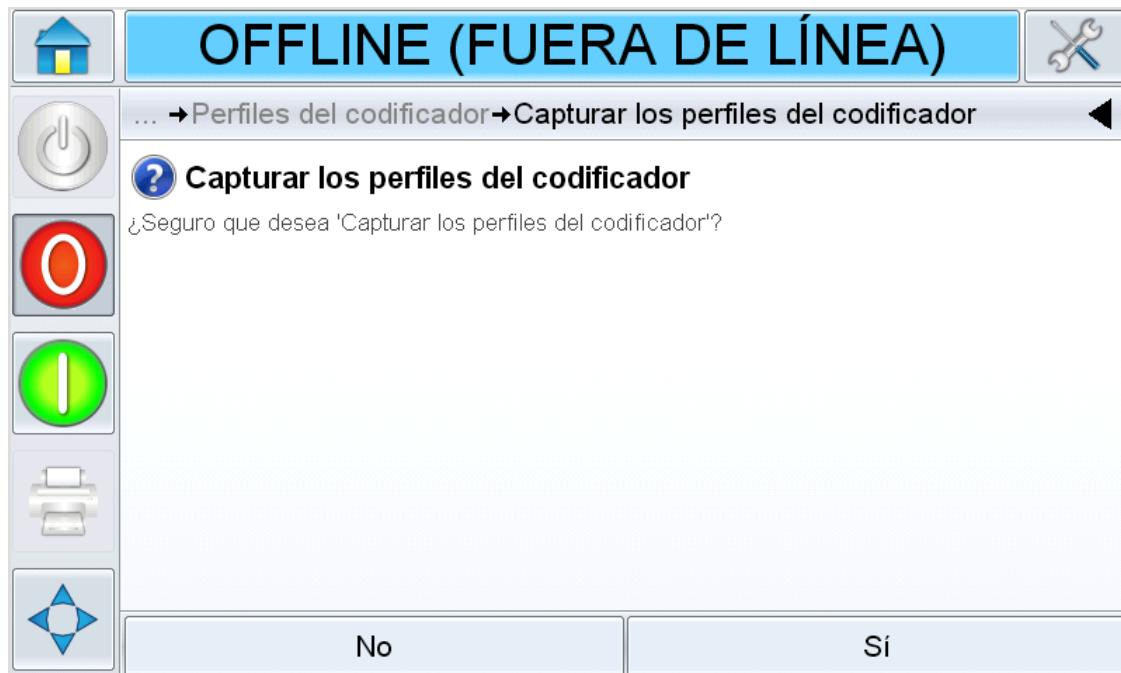

Figura 5-17: Pantalla Capture Encoder Profiles (Capturar los perfiles del codificador)
3. Una vez que se han configurado las opciones, comience el proceso de captura tocando el botón Capture Encoder Profile (Capturar los perfiles del codificador). Aparece la pantalla Capture Encoder Profile (Capturar los perfiles del codificador) (Figura 5-17).